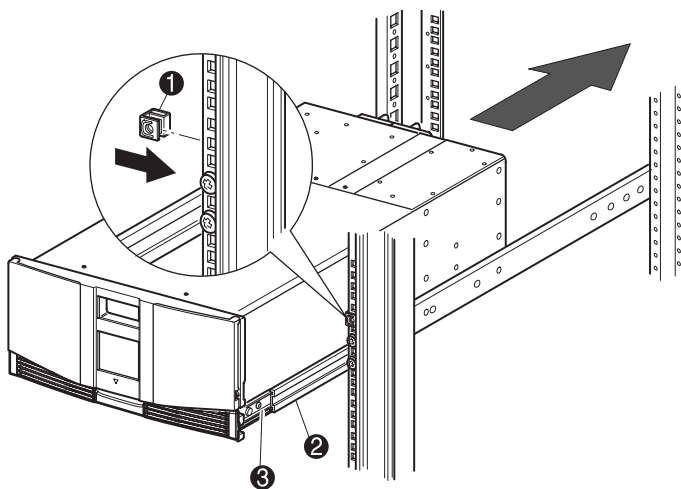

Figure 14 Installation de la librairie (modèle à deux unités illustré)
5. Insérez avec précaution les glissières de la librairie ⑤ dans les glissières intermédiaires ② (reportez-vous à la Figure 14).